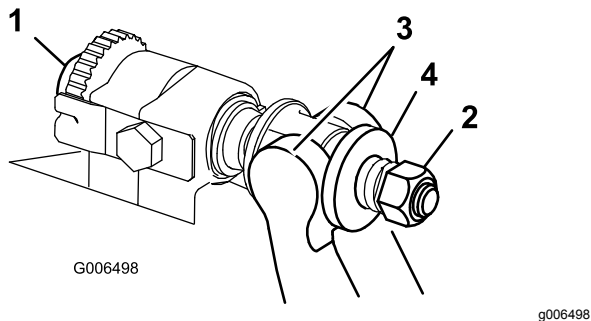

图 28
1. 逆时针旋转底刀架调节螺丝将底刀后撤离开滚刀 图 28。
2. 退出弹簧加压螺母直到垫圈不再对底刀架 图 28 施压。